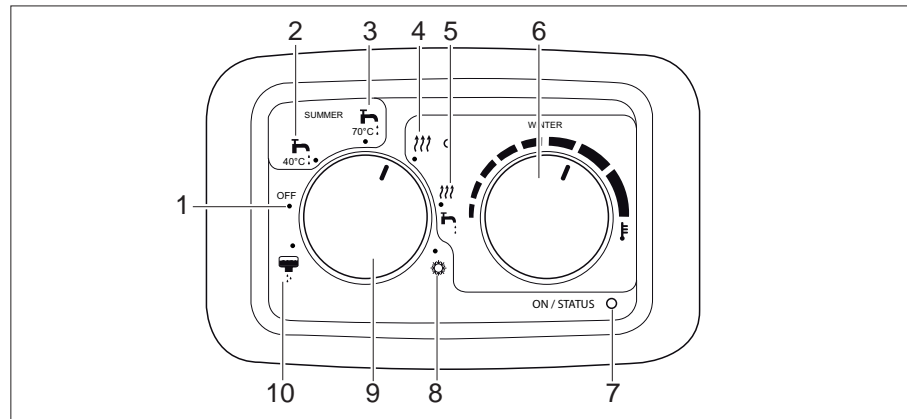

Fig. 195 Panel Webasto calefacción del gasóleo
El aparato de calefacción se utiliza para la preparación de agua potable caliente. El agua se calienta y se mantiene a una temperatura de 40 °C ó 70 °C. El ventilador calefactor para la calefacción del habitáculo no está activado. Si la temperatura del agua cae por debajo de un valor determinado, la combustión se inicia de nuevo. El indicador (Fig. 195,7) en el elemento de mando luce verde, hasta que el dispositivo está conectado.
- Poner el selector de funcionamiento (Fig. 195,9) en modo de verano, la temperatura del agua en 40 °C (Fig. 195,2) o en 70 °C (Fig. 195,3).
El indicador de rendimiento (Fig. 195,7) luce verde y el indicador en el selector de funcionamiento (Fig. 195,9) se enciende de color rojo.
- Poner el selector de funcionamiento (Fig. 195,9) en "Off" (Fig. 195,1).
- Poner el selector de temperatura interior (Fig. 195,6) en el ajuste del termostato deseado para la temperatura interior.
- Poner el selector de funcionamiento (Fig. 195,9) en modo de invierno, calefacción sin calentamiento de agua (Fig. 195,4).
El indicador de rendimiento (Fig. 195,7) luce verde y los indicadores en el selector de funcionamiento (Fig. 195,9) y el selector de temperatura interior se encienden de color rojo.
- Poner el selector de funcionamiento (Fig. 195,9) en modo de invierno, calefacción con calentamiento de agua (Fig. 195,4).
La caldera no tiene agua y modo de invierno, se selecciona calefacción con calentamiento de agua, en el elemento de mando se emite una advertencia. El LED verde junto a modo de invierno, calefacción con calentamiento de agua (Fig. 195,4) comienza a parpadear.